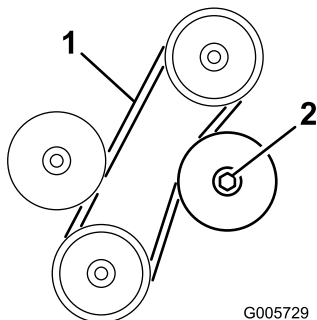

Figure 65
3. La courroie doit présenter une flèche de 6 mm quand une force de 22 N est exercée à mi-chemin entre les poulies (Figure 65). Si la flèche n'est pas correcte, passez à l'étape 4. Si tout est en ordre, passez à l'étape 5.
4. Desserrez le contre-écrou de fixation de la poulie de tension réglable (Figure 65). Poussez la poulie de tension contre la courroie jusqu'à ce qu'elle soit tendue correctement, puis serrez le contre-écrou de la poulie de tension (Figure 65).
2. Desserrez le contre-écrou de fixation de la poulie de tension réglable, éloignez la poulie de la courroie et déchaussez la courroie des poulies (Figure 65).
3. Installez une courroie neuve et tendez-la correctement. Poussez la poulie de tension contre la courroie jusqu'à ce que vous obteniez une flèche de 6 mm quand vous exercez une force de 22 N à mi-course entre la poulie supérieure et la poulie de renvoi fixe. Resserrez le contre-écrou de la poulie de tension pour fixer le réglage (Figure 65).